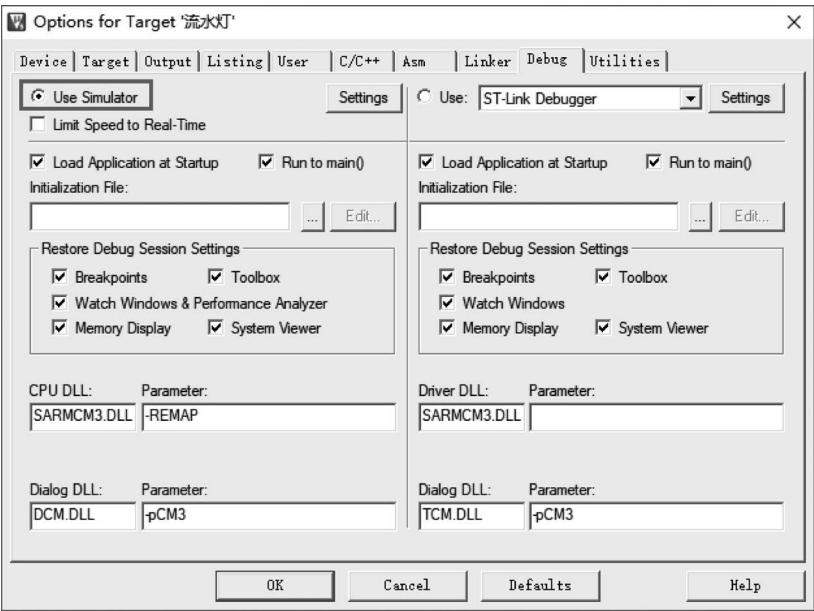

图 3-7 Debug 选项卡
(6) 单击 Debug 选项卡,选择 Use Simulator,软件仿真设置完成,如图 3-7 所示。
(7) 单击菜单栏中的编译  按钮,对该工程进行编译,弹出编译信息,编译成功。